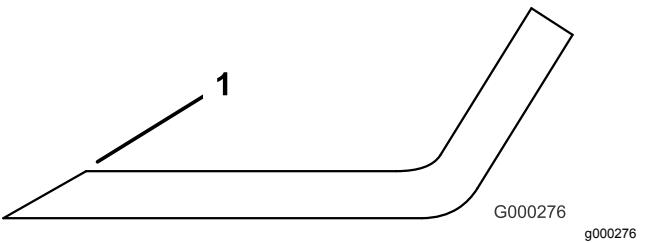

Bild 108
- 3. Prüfen Sie die Schnittkanten aller Messer und schärfen die Kanten, wenn sie stumpf sind oder Kerben haben (Bild 108).
Hinweis: Schärfen Sie nur die Oberseite der Schnittkante und behalten Sie den ursprünglichen Schnittwinkel bei, um die Schärfe des Messers zu gewährleisten (Bild 108). Das Schnittmesser behält seine Auswuchtung bei, wenn von beiden Schnittkanten die gleiche Materialmenge entfernt wird.